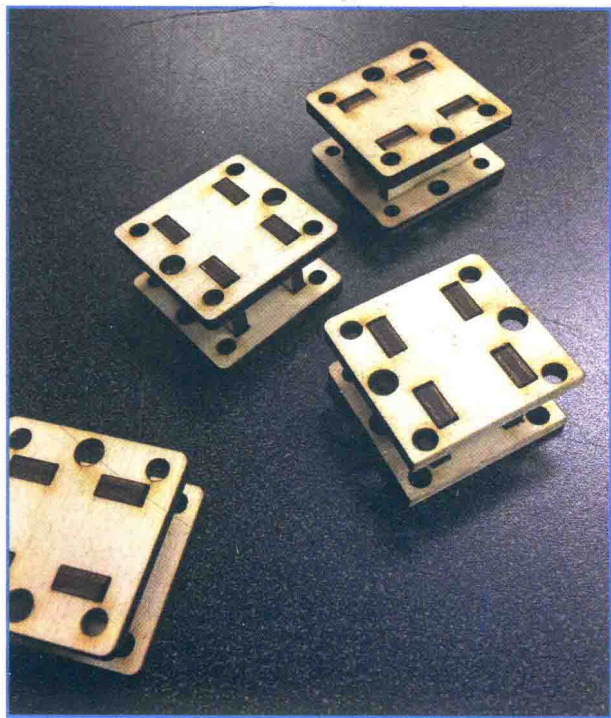

图 6.8 用激光切割机切割马达支架
1. 打印或者激光切割马达支架。在零件清单中，我提到了两种制作马达支架的方法。因为我的 3D 打印机在进行这一步骤时无法工作，所以决定采用激光切割。在图 6.8 中可以看到我的作品。如果你无法使用激光切割机，建议用 1/8 英寸胶合板，切割并钻孔以匹配激光切割的样式。最后，可以从网上购买马达支架——只要确定它们与 1 厘米的横梁兼容。